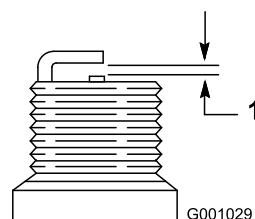

Figure 21
4. Réglez l'écartement des électrodes de la nouvelle bougie à 0,76 mm (0,030 po) (Figure 21).